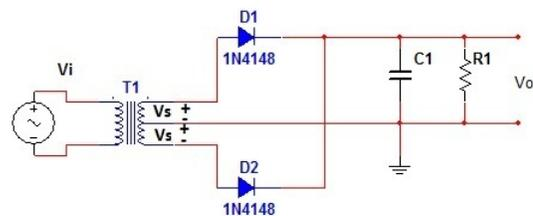

Figura 6. Retificador de onda completa com ponto meio com filtro capacitivo.
- a) Construa o circuito da figura 6.